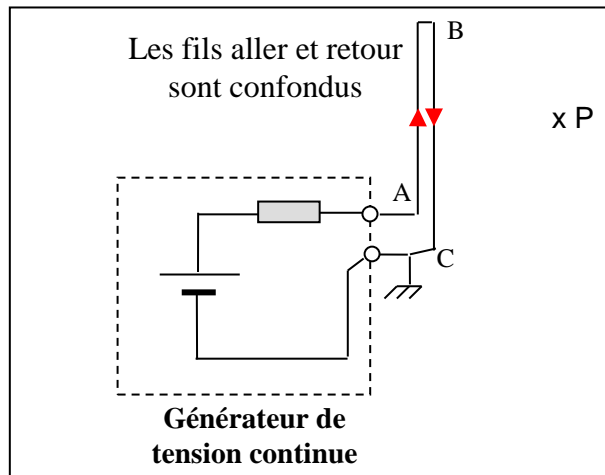

Figure 1 : Les fils aller et retour sont confondus, en conséquence il n'y a pas de champ magnétique magnétique créé : c'est le théorème d'Ampère
Le montage de la figure 1, dans lequel un générateur de tension continue est chargé par deux fils AB et BC ne crée pas de champ magnétique. En effet, les conducteurs aller (AB) et retour
Question 1 : Comment réagit l'aiguille d'une boussole placée au point P de la figure 1 ?